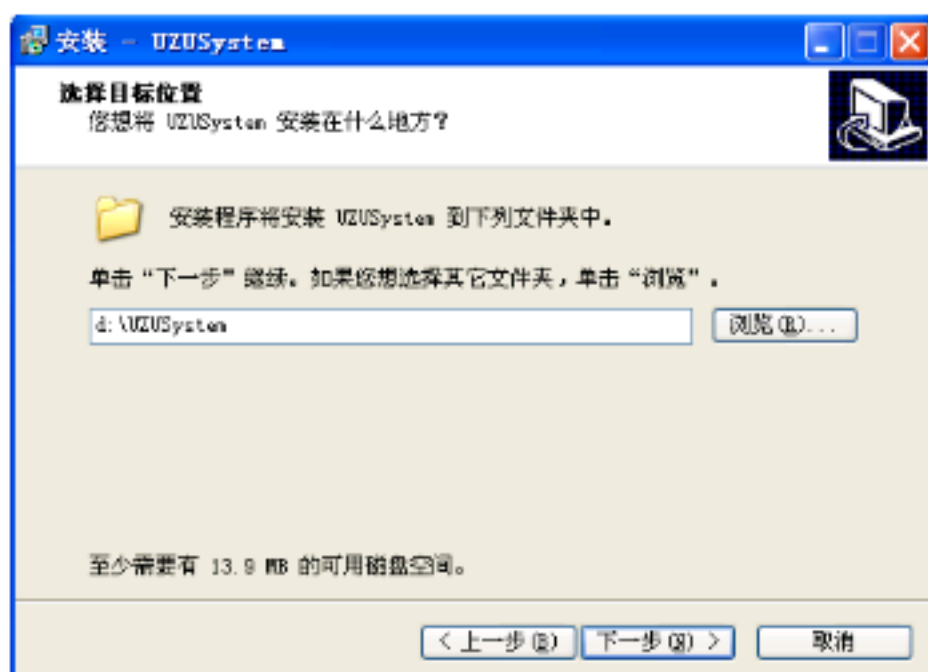

图 15 安装位置选择界面
2. 双击 **UZUsetup(X.X)**应用程序后，进入安装向导界面如图 14，点击下一步进入安装位置选择界面如图 15。